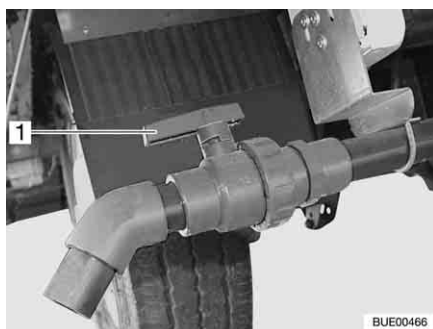

Fig. 240 Rubinetto di scarico
- Girare la maniglia (Fig. 240,1) del rubinetto di scarico nella direzione di scorrimento.